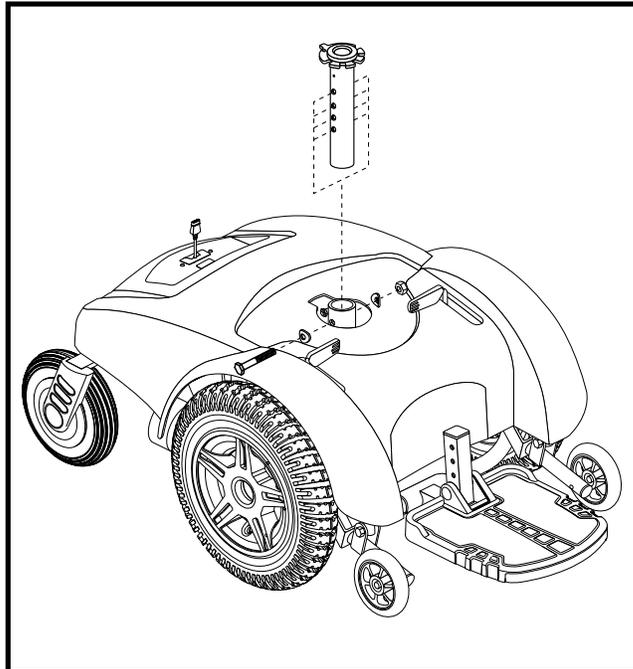

Figure 12. Réglage de la hauteur du siège
7. Retirez le boulon de réglage, sa rondelle et son écrou du mât. Voir la figure 12.